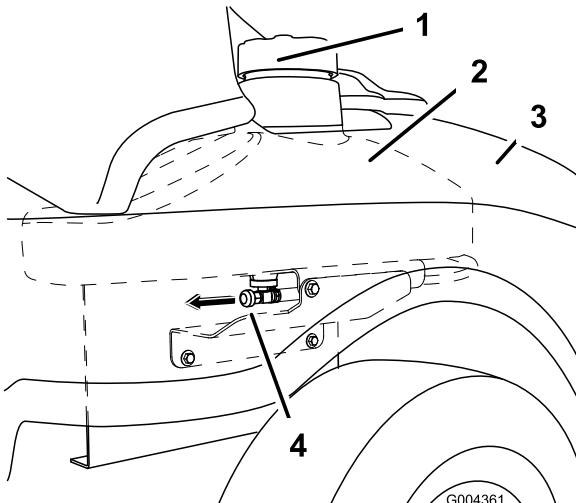

Bild 40
3. Schließen Sie den Kraftstoffhahn vorne unter dem Kraftstofftank (Bild 40).
- Öffnen Sie den Kraftstoffhahn. Lassen Sie den Kraftstoff in einen Benzinkanister oder eine Auffangwanne ablaufen (Bild 40).